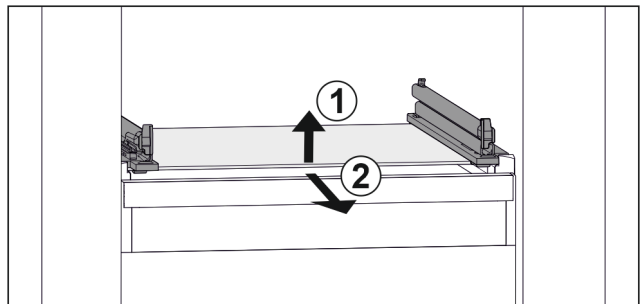

Fig. 109 Примерное отображение стекляннй пластины
- ▶ Приподнимите стекляннй пластину спереди. Fig. 109 (1)
- ▶ Извлеките стекляннй пластину движением вперед. Fig. 109 (2)